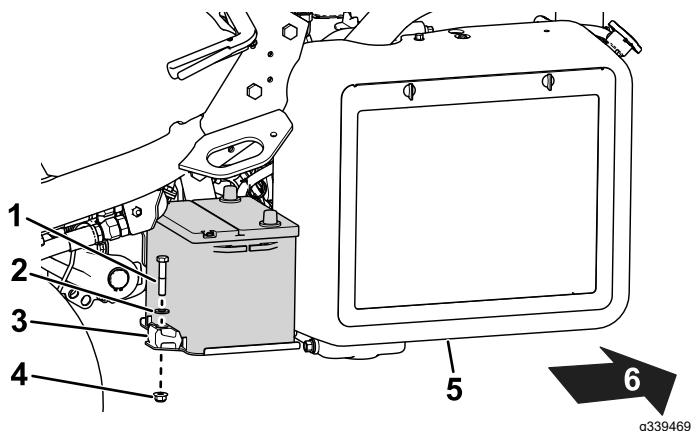

Рисунок 36
2. Снимите крепежные детали, с помощью которых аккумулятор крепится к поддону (Рисунок 36), и поднимите аккумулятор.
5. Поместите аккумулятор на поддон аккумулятора и закрепите его ранее снятыми крепежными деталями (Рисунок 36).